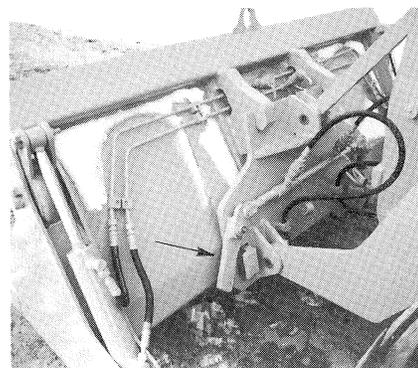

Bild 24
- (2) Mit dem Wechselrahmen Schaufel bzw. Anbaugerät aufnehmen und bei gleichzeitigem ankippen des Wechselrahmens die Schaufel bzw. Anbaugerät anheben bis der Wechselrahmen aufliegt. Mit dem Handhebel (Bild 15/6) Schaufel bzw. Anbaugerät mit dem Wechselrahmen verriegeln (Bild 24/ Pfeil).